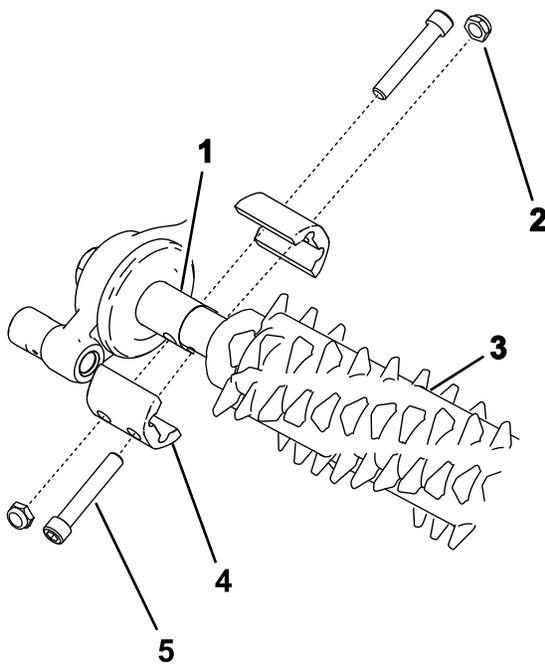

Figura 17
- Alinhe o rastelo de corte com a caixa de transmissão do rastelo e o conjunto do rolete (Figura 17).
3. Fixe o rastelo à máquina como mostrado em Figura 17 e aperte os parafusos.